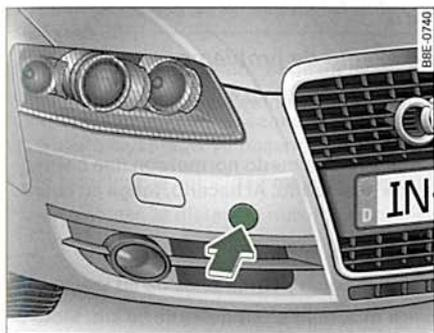

Fig. 242 Parachoques delantero: Tapa-cubierta
- Para sacar del parachoques la tapa de protección, presione el borde *inferior* de la tapa hacia adentro ⇒ fig. 242.